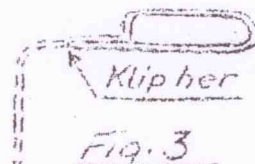

Fig. 3
- 8) Tændingskabel Nr.10930 paaspændes Kamakselhuset med 2 Skruer Nr. 5508. Mellem Bøjler og Kamakselhus lægges 2 Fiberskiver Nr.10929. Tændingskabel Nr.7784 kan benyttes, naar den lange Flig paa Bøjlerne klippes af (se Fig.3), og der paamonteres Kablet 4 Gummi-hætter Nr.10945.